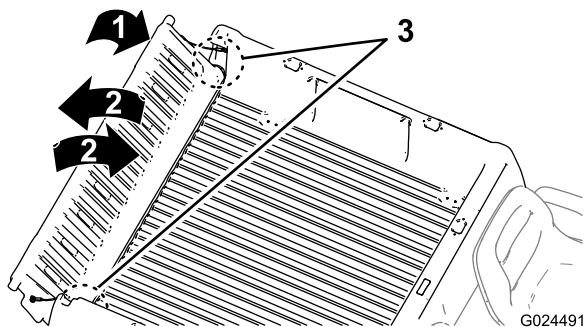

図 12
2. テールゲートを 45°程度の角度にする図 12。
3. この位置から、テールゲートを小刻みに前後に振るように数回往復させる図 12。